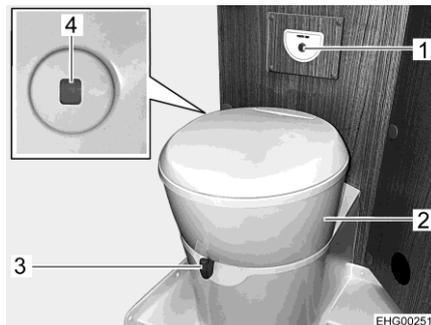

Bild 98 Toilette
Die Toilettenschüssel kann in die gewünschte Position gedreht werden. Dazu mit beiden Händen das Oberteil (Bild 98,2) der Toilette fassen und drehen. Die Bedieneinheit mit dem Spülknopf (Bild 98,1) ist in der Nähe der Toilettenschüssel angebracht.
Die Füllstandsanzeige (Bild 98,4) ändert die Farbe von Grün auf Rot, wenn der Fäkalientank entleert werden muss.
- Vor dem Spülen den Schieber der Toilette öffnen. Dazu den Schieberhebel (Bild 98,3) entgegen dem Uhrzeigersinn schieben.
- Zum Spülen den blauen Spülknopf (Bild 98,1) drücken.